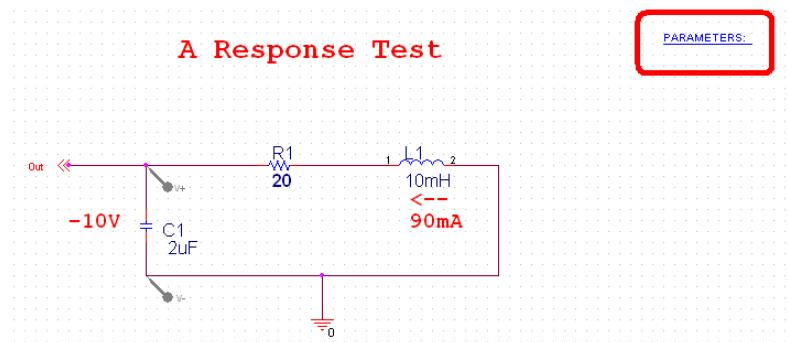

图 23. 全局变量区 PARAMETERS: 已建立
- 在 SPECIAL.lib 选择 PARAM, OK. 可见图 23.